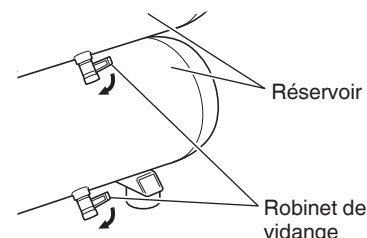

Fig. 8
(2) Débrancher la fiche de la source d'alimentation.
(3) Ouvrir le robinet de vidange qui se trouve sous la partie inférieure du réservoir (Fig. 8).
Vidanger le réservoir tous les jours ou toutes les 4 heures d'utilisation. Ouvrir le robinet de vidange et incliner le compresseur pour vider l'eau qui s'est accumulée (Voir Fig. 8).